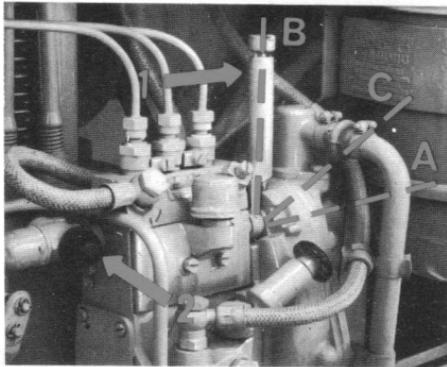

Fig. 6
S'assurer que le robinet sous réservoir est ouvert ; mettre le levier (1 fig. 6) à la position « Arrêt » C. Desserrer la vis de purge (1) et manœuvrer le bouton moleté (3) après l'avoir dévissé ; dès que le combustible sort sans bulle d'air, serrer la vis de purge (1). Desserrer ensuite la vis de purge (2) et manœuvrer la pompe (3) jusqu'à ce que le combustible s'écoule sans bulle d'air ; resserrer la vis (2), continuer à pomper une dizaine de fois pour vérifier les raccords, puis revisser le bouton moleté (3).